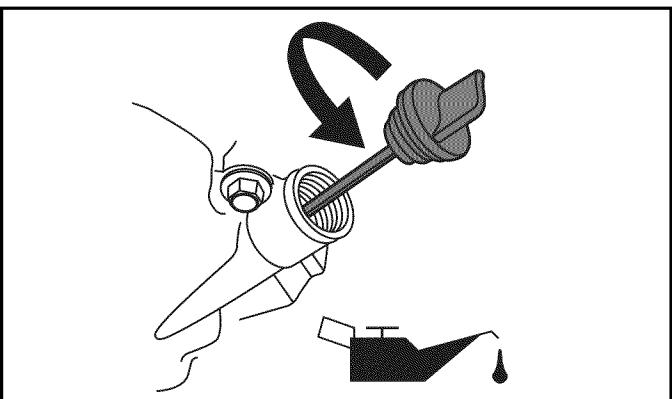

Figura 6-5. Llenado de aceite de motor
2. Limpie la zona alrededor de la abertura de llenado de aceite, retire la tapa de llenado de aceite y límpie la varilla de medición (Figura 6-5).